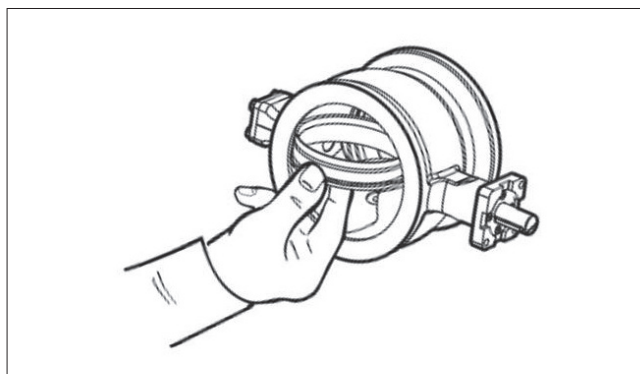

Fig. 24 Løft af sædet
- Drej ventilen og løft sædet fra huset gennem nedstrøms flowporten, fig. 24.